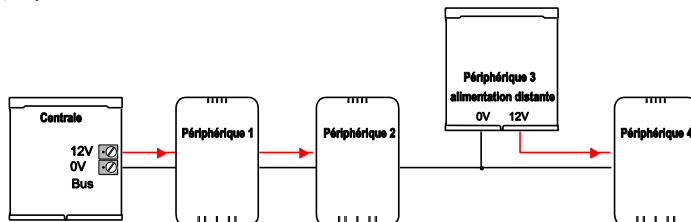

Figure 12. Connexion d'une alimentation auxiliaire
**Bookmark not defined.**), Cooper Security recommande d'utiliser l'extension EXP-PSU. Prévoyez une arrivée d'alimentation secteur pour l'extension. La Figure 12 montre la méthode recommandée de connexion de l'alimentation auxiliaire.